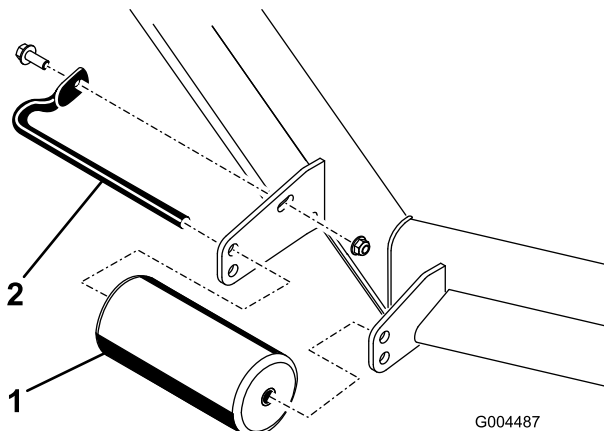

Bild 5
4. Nehmen Sie die Befestigungen ab, mit denen jede Rolle am Mähwerk befestigt ist, und schieben Sie die Rollen nach oben oder unten (Bild 5).